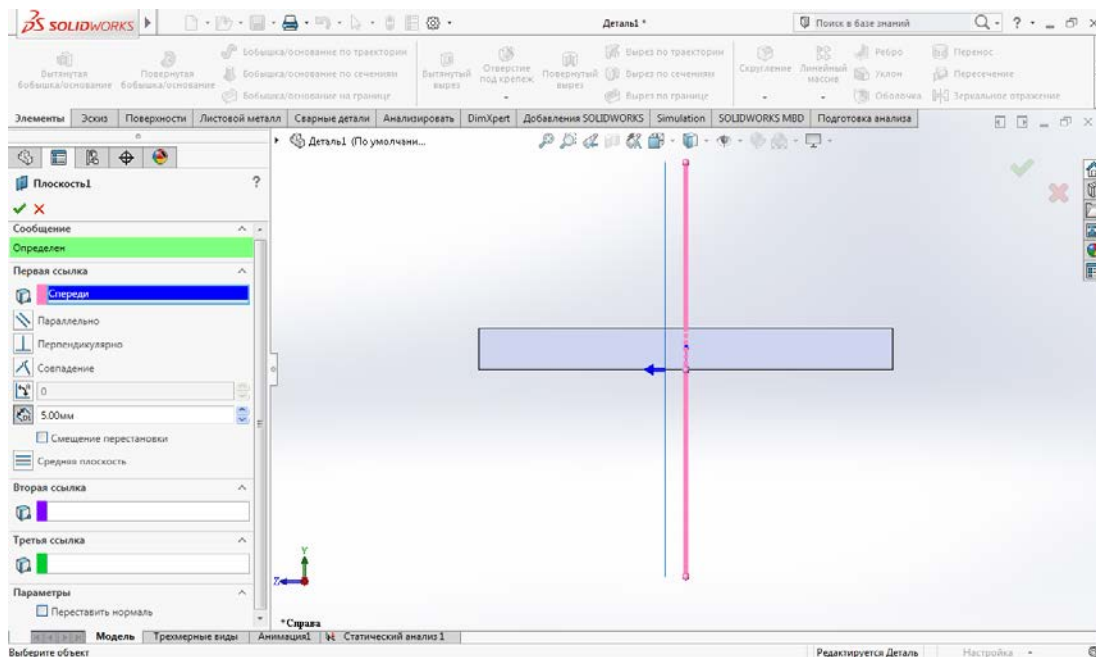

Рисунок 1.1 – Этап создания плоскости
- 6 Создать дополнительную плоскость на расстоянии $5,0$ мм от плоскости «Спереди» (рисунок 1.1).